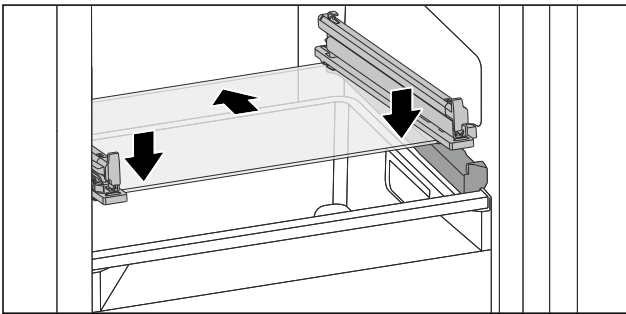

Fig. 71 Glasplatte des abklappbaren Schubfachs
- ▶ Glasplatte schräg hinter den Stopperrast aufsetzen. (siehe Fig. 71)